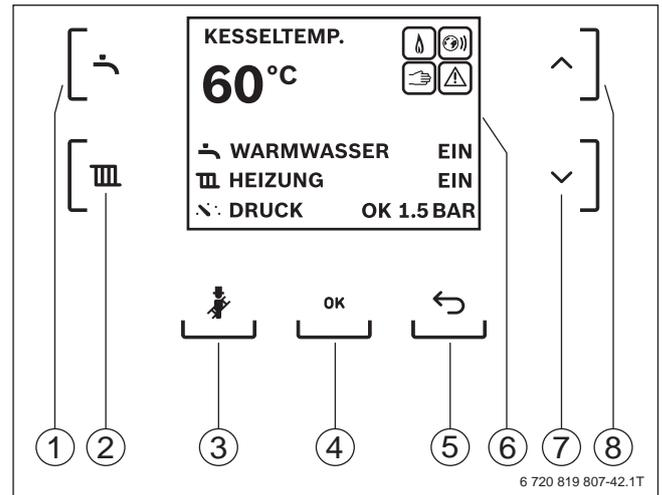

Bild 46 Anzeige und Bedienelemente des Basiscontrollers Logamatic BC30 E
- Warmwasser-Einstellung über das Menü **WARMWASSER**; Aufruf des Menüs mit Taste Warmwasser (→ Bild 46, [1])
- Heizungs-Einstellung über das Menü **HEIZUNG**; Aufruf des Menüs mit Taste Heizung (→ Bild 46, [2])
- Manueller Betrieb z. B. für Abgastest; Taste Schornsteinfeger länger als 3 Sekunden drücken (→ Bild 46, [3])
- Statusanzeige und Störungsdiagnose in einem LC-Display (→ Bild 46, [6])
- Notbetrieb: Taste Schornsteinfeger länger als 8 Sekunden drücken (→ Bild 46, [3])